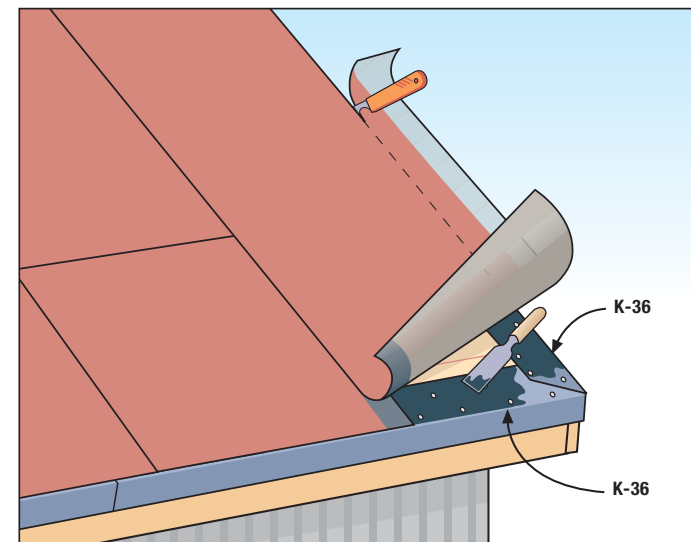
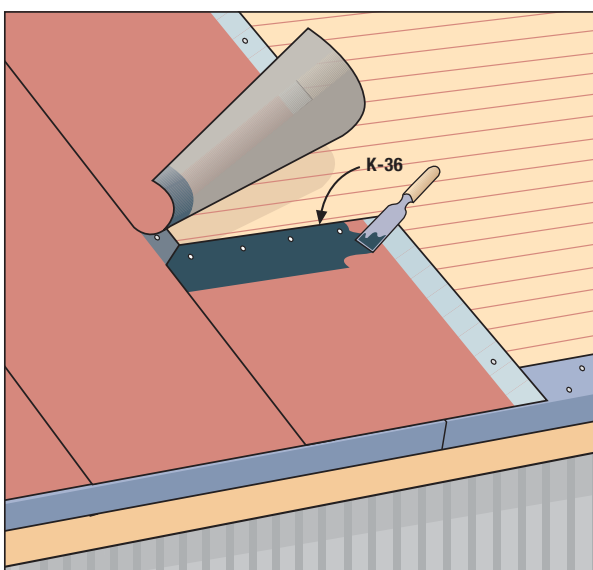
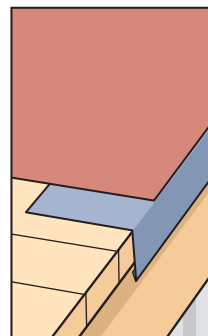
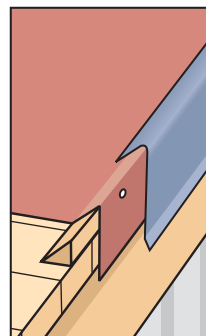

Bild 6
Bild 7
Bild 8a
Bild 8b
Den sista våden skärs längs med gavelkanten och klistras noga i fotplåten med Tätklister K-36 (**bild 6**). Om våden monteras i två delar (**bild 7**) ska den första biten fästas i takfoten och spikas fast i övre ändan på samma sätt som vid nocken. Den andra biten överlappas med 15 cm på den förra, spikas fast i nocken och nedre ändan limmas på den undre ändan.
I lodrät montering gör man som i punkt 3.a (**bild 6**) då fotplåtar monteras på gavelkanten (**bild 8a**). Om gavelkanten höjs upp (**bild 8b eller 8c**) t.ex. med en trekantlist eller en snedskuren bräda ska våderns kanter gå över gavelkanten och nå 1-2 cm över brädläggningens undre kant som en s.k. översvämningstvåd. Ovanpå monteras en separat takkantsplåt som ska bockas enligt måtten på förhöjningen och fästas med tätande takskravar utanpå krönet eller i takkantens övre yta.
7. TopTites tvärskarvar görs med 15 cm överlappning (**bild 7**). Skär snett bort en bit från ena hörnet av båda våderna (i gavelkanten från den som blir underst) och spika fast den understa ändan i underlaget. I fogen breds ett ca 1 mm tjockt lager Tätklister K-36 varefter ändarna trycks tätt fast på varandra. Ta bort överflödigt lim som pressas ut vid kanten. Tätklister K-36 torkar till sin slutliga hårdhet inom 2 veckor.